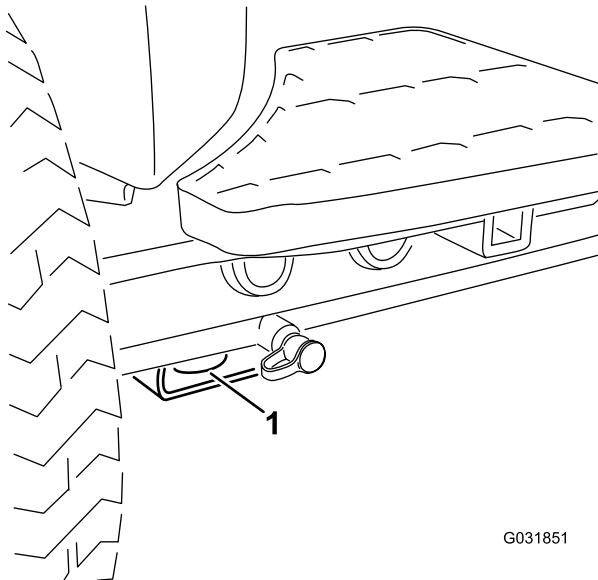
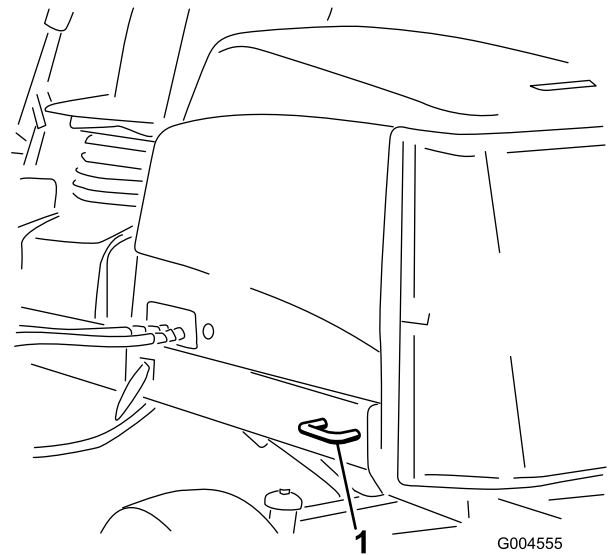

Bild 69
Bild 70
- Ziehen Sie die Maschine gut fest. Die vorderen und hinteren Gurte sollten nach unten und außerhalb der Maschine verlaufen; Siehe Bild 69 und Bild 70.
- Vorne: Loch im Rechteck unter dem Achsenrohr in jedem Vorderreifen (Bild 69)
- Hinten: Jede Maschinenseite am hinteren Rahmen (Bild 70)